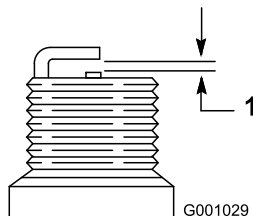

Figura 25
4. Impostate la distanza tra gli elettrodi su una nuova candela a 0,76 mm, come illustrato nella Figura 25.